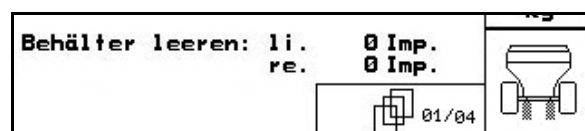

Fig. 6
- ZG-B ultra hydro:** (Fig. 6)